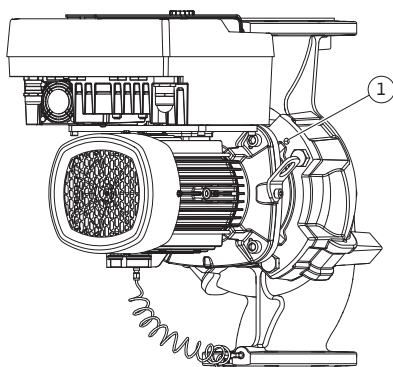

Fig. 104: Apăsarea ansamblului motor cu rotor hidraulic prin găurile filetate
12. În funcție de tipul pompei (Fig. III IV), slăbiți șuruburile de la Poz. 29. Folosiți cele două găuri filetate adiacente (Fig. 104, Poz. 1) și folosiți șuruburi adecvate puse la dispoziție de client (de ex. M10 x 25 mm). Apăsați ansamblul motor cu rotor hidraulic de pe carcasa pompei.